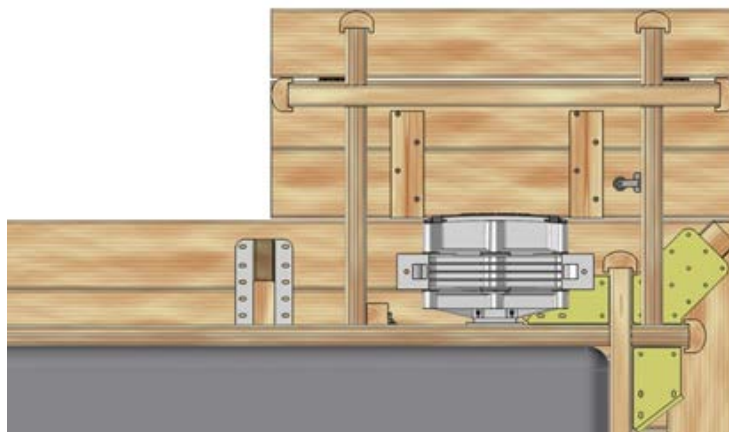

Abbildung 61 – Ansicht von unten - Position des Motorschachts
Legen Sie die beiden 626-mm-Bohlen (1), die die Breitseiten des Motorschachts ausmachen, auf dem Boden gegen die Beckenwand an genau der Stelle, wo der Motorschacht installiert werden soll (*Abbildung 61*); schieben Sie dann die 905-mm-Bohlen (3) für die Längsseiten in Position. Bauen Sie so nacheinander die Reihen auf und vergewissern Sie sich regelmäßig, dass die Ecken rechtwinklig und die Wände gerade sind. Achten Sie immer darauf, dass die Bohlen richtig ineinander eingerastet sind. Montieren Sie zuletzt die Bohlen 2 und 5.